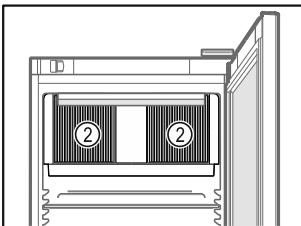

Fig. 62
- Oslobodite ventilacijske proreze Fig. 62 (2) za ventilator optičnog zraka u unutrašnjosti.